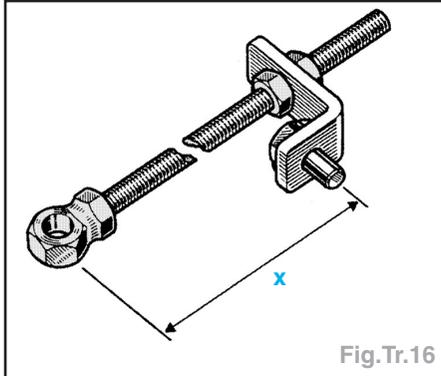

Fig.Tr.16
- Prérégler l'outil de manière à obtenir une cote d'entraxe de $X = 414 \text{ mm}$ (Fig.Tr.16).